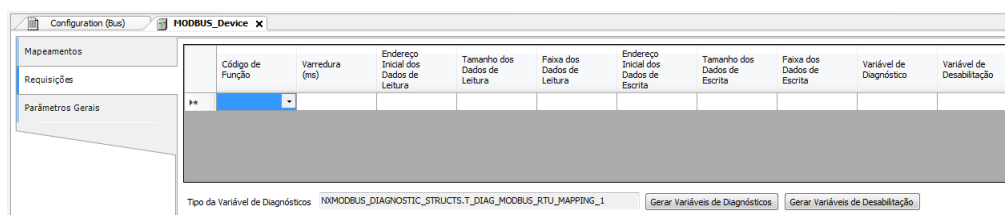

Figura 64: Tela de Requisições de dados MODBUS Mestre
- Adicionar e configurar as requisições MODBUS como apresentado na Figura 64, especificando a função, o tempo de varredura da requisição, o endereço inicial (leitura/escrita), o tamanho dos dados (Leitura/Escrita) e gerar as variáveis de diagnóstico e desabilitação das requisições através dos botões na parte inferior da janela.